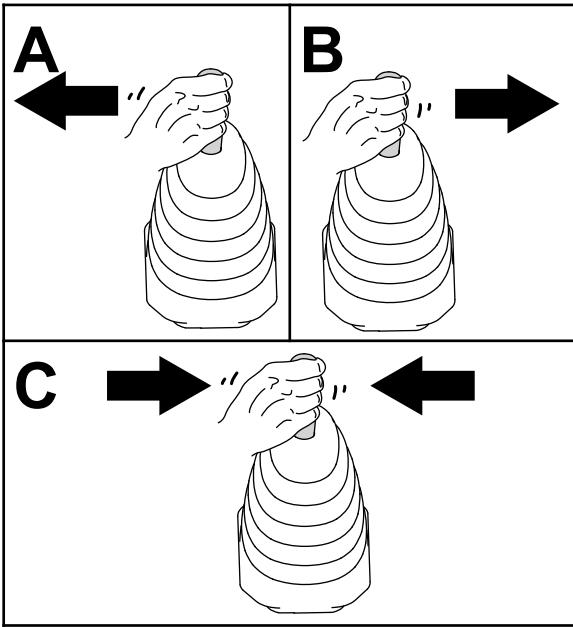

Figure 51
4. Déplacez le levier multifonction de la chargeuse à gauche, à droite, puis ramenez-le à la position POINT MORT pour libérer la pression au niveau des coupleurs hydrauliques (Figure 51).